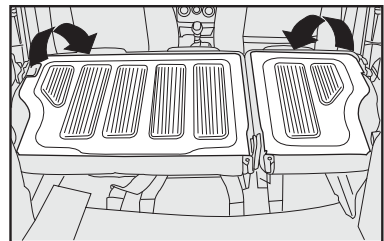

fig. 98
5) Rebater para a frente o encosto, passando os cintos pelos lados, até que este se apoie sobre o assento traseiro **fig. 98**.